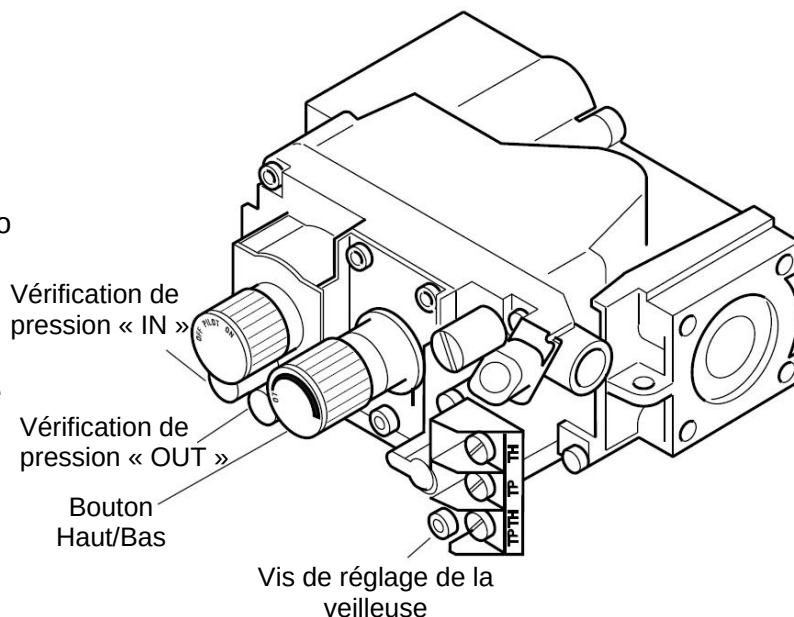

Figure 13 – Vérification de la pression au niveau de la soupape de gaz
5. Pour vérifier la pression de gaz au niveau de la soupape, tourner la vis de 2 ou 3 tours dans le sens contre-horaire et placer ensuite le tube sur le point de vérification. Tourner le bouton sur Haut. Voir Figure 13. Après avoir vérifier la pression, s'assurer de resserrer la vis dans le sens horaire. Ne pas forcer. Vérifier les points de vérification avec une solution d'eau savonneuse pour détecter toute fuite.